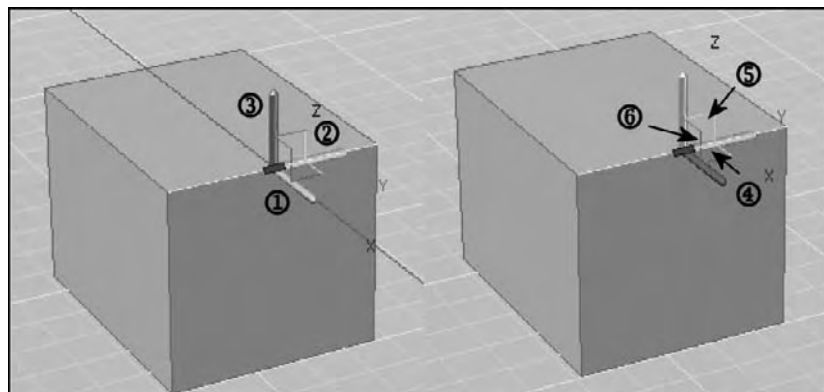
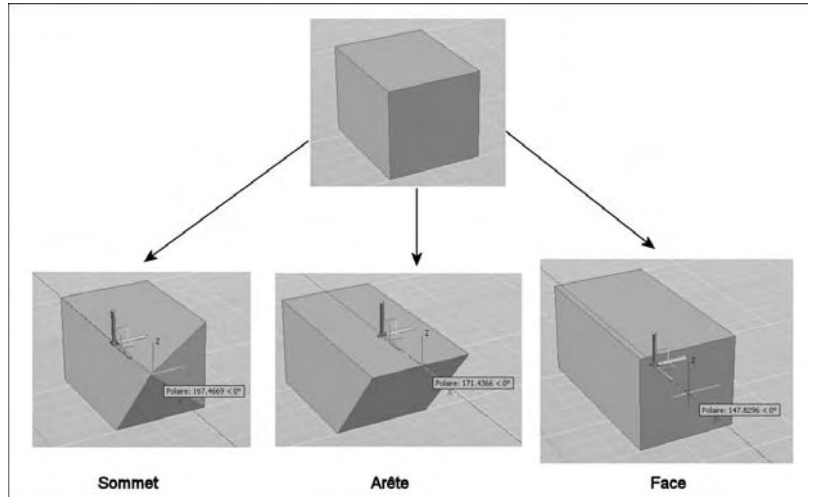

Fig.7.8
Fig.7.9
- 2] Survolez sans cliquer la poignée représentant le sous-objet sélectionné. Un trièdre s'affiche sur la poignée (fig.7.8). Il est composé d'un axe X en rouge, d'un axe Y en vert et d'un axe Z en bleu. Chaque axe permet de restreindre le mouvement dans la direction souhaitée. Ainsi pour déplacer la poignée dans la direction X par exemple, il suffit de survoler l'axe X et de déplacer la poignée selon la longueur souhaitée. Le déplacement sera contraint dans la direction X (fig.7.9).